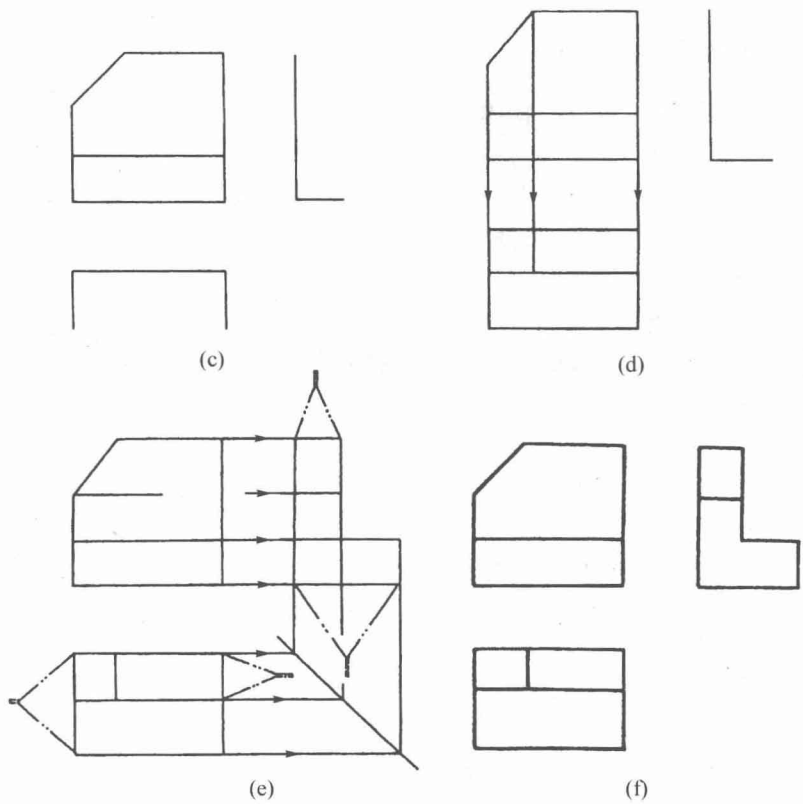

图1-8 画物体三视图的步骤
由模型画三视图,每个尺寸只能测量一次,作图时应保持“长对正、高平齐、宽相等”的三等关系。其作图步骤见图1-8所示。
- 1) 确定物体的投射方向,想象3个视图的形状[见图1-8(a)]。
- 2) 画3个视图的作图基准线[见图1-8(b)]。
- 3) 一般先画主视图。根据长、高尺寸确定图形大小[见图1-8(c)]。
- 4) 作俯视图。过主视图引垂直线,确保“主、俯长对正”以及宽度尺寸作图[见图1-8(d)]。
- 5) 作左视图,过主视图引水平线,确保“主、左高平齐”;借助等份规或45°辅助线实现“俯、左宽相等”[见图1-8(e)]。
- 6) 核对三视图底稿图,确定无误后,擦掉作图线,描粗加深视图的图线,完成三视图[见图1-8(f)]。